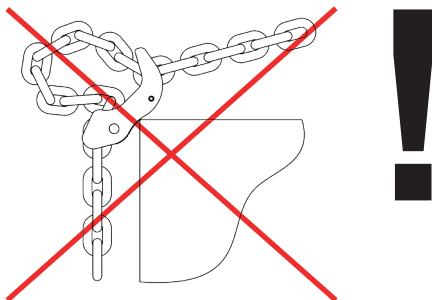

Abb. 9: Kantenbelastung vermeiden
- Vermeiden Sie Kantenbelastungen bzw. schützen Sie die Last gegen Beschädigungen (Abb. 9)